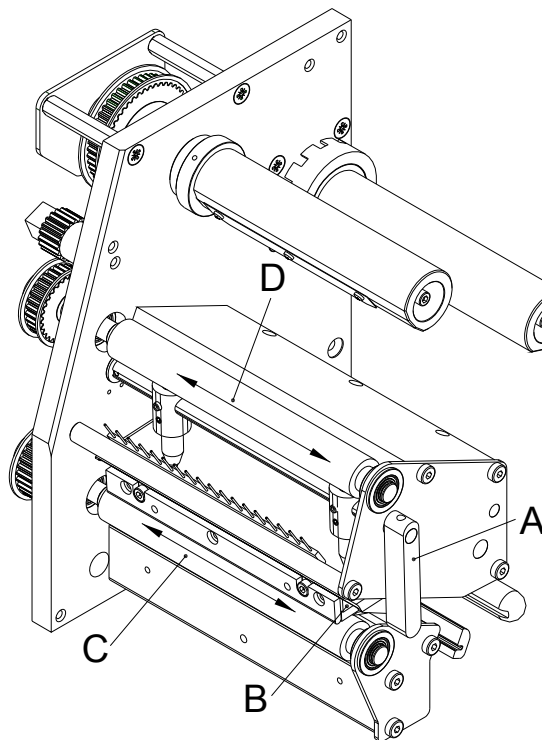

Figura 13
2. Ruotare la leva rossa (A, in Figura 13) in senso antiorario per sollevare la testina di stampa.